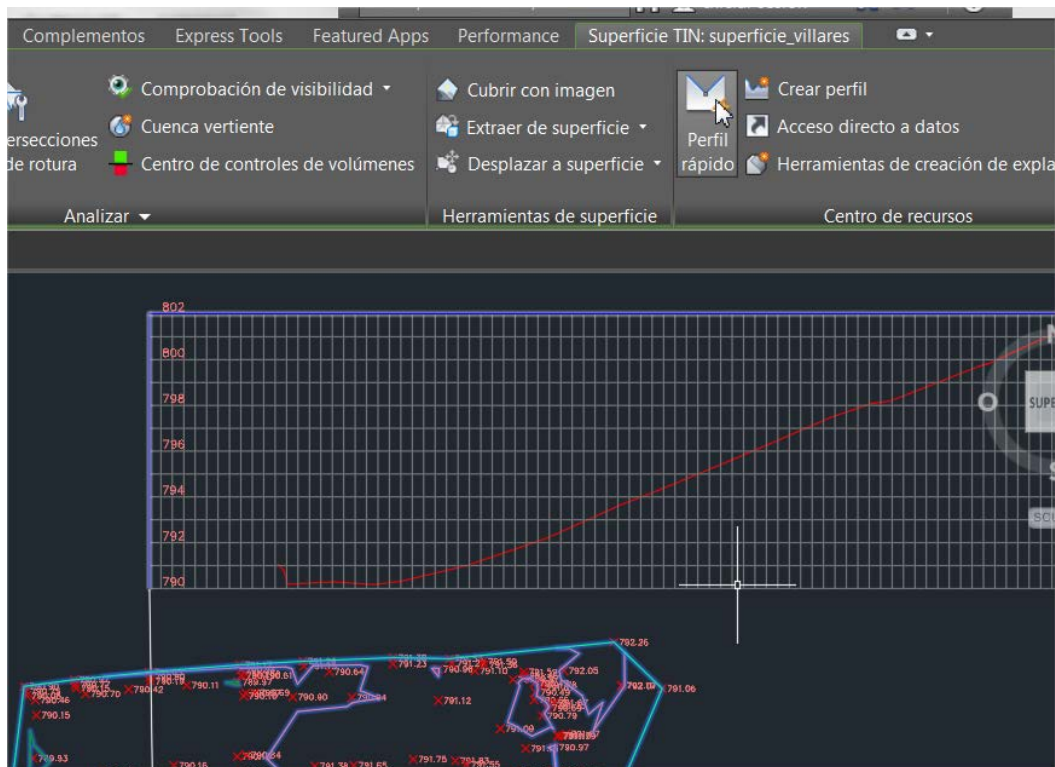

Figura 12. Opción del perfil rápido.
- En primer lugar, una alternativa muy simple para visualizar un perfil longitudinal junto al dibujo es trazar la polilínea por donde se desea trazar dicho perfil, seleccionar la “superficie_villares” (se activa la pestaña de superficies) y seleccionar Perfil rápido (Figura 12). Este perfil se puede manejar con las herramientas de dibujo como cualquier otro elemento gráfico, pero no es un elemento de Civil 3D que se pueda editar y trabajar. La opción más completa y aconsejable es la que se describe a continuación.